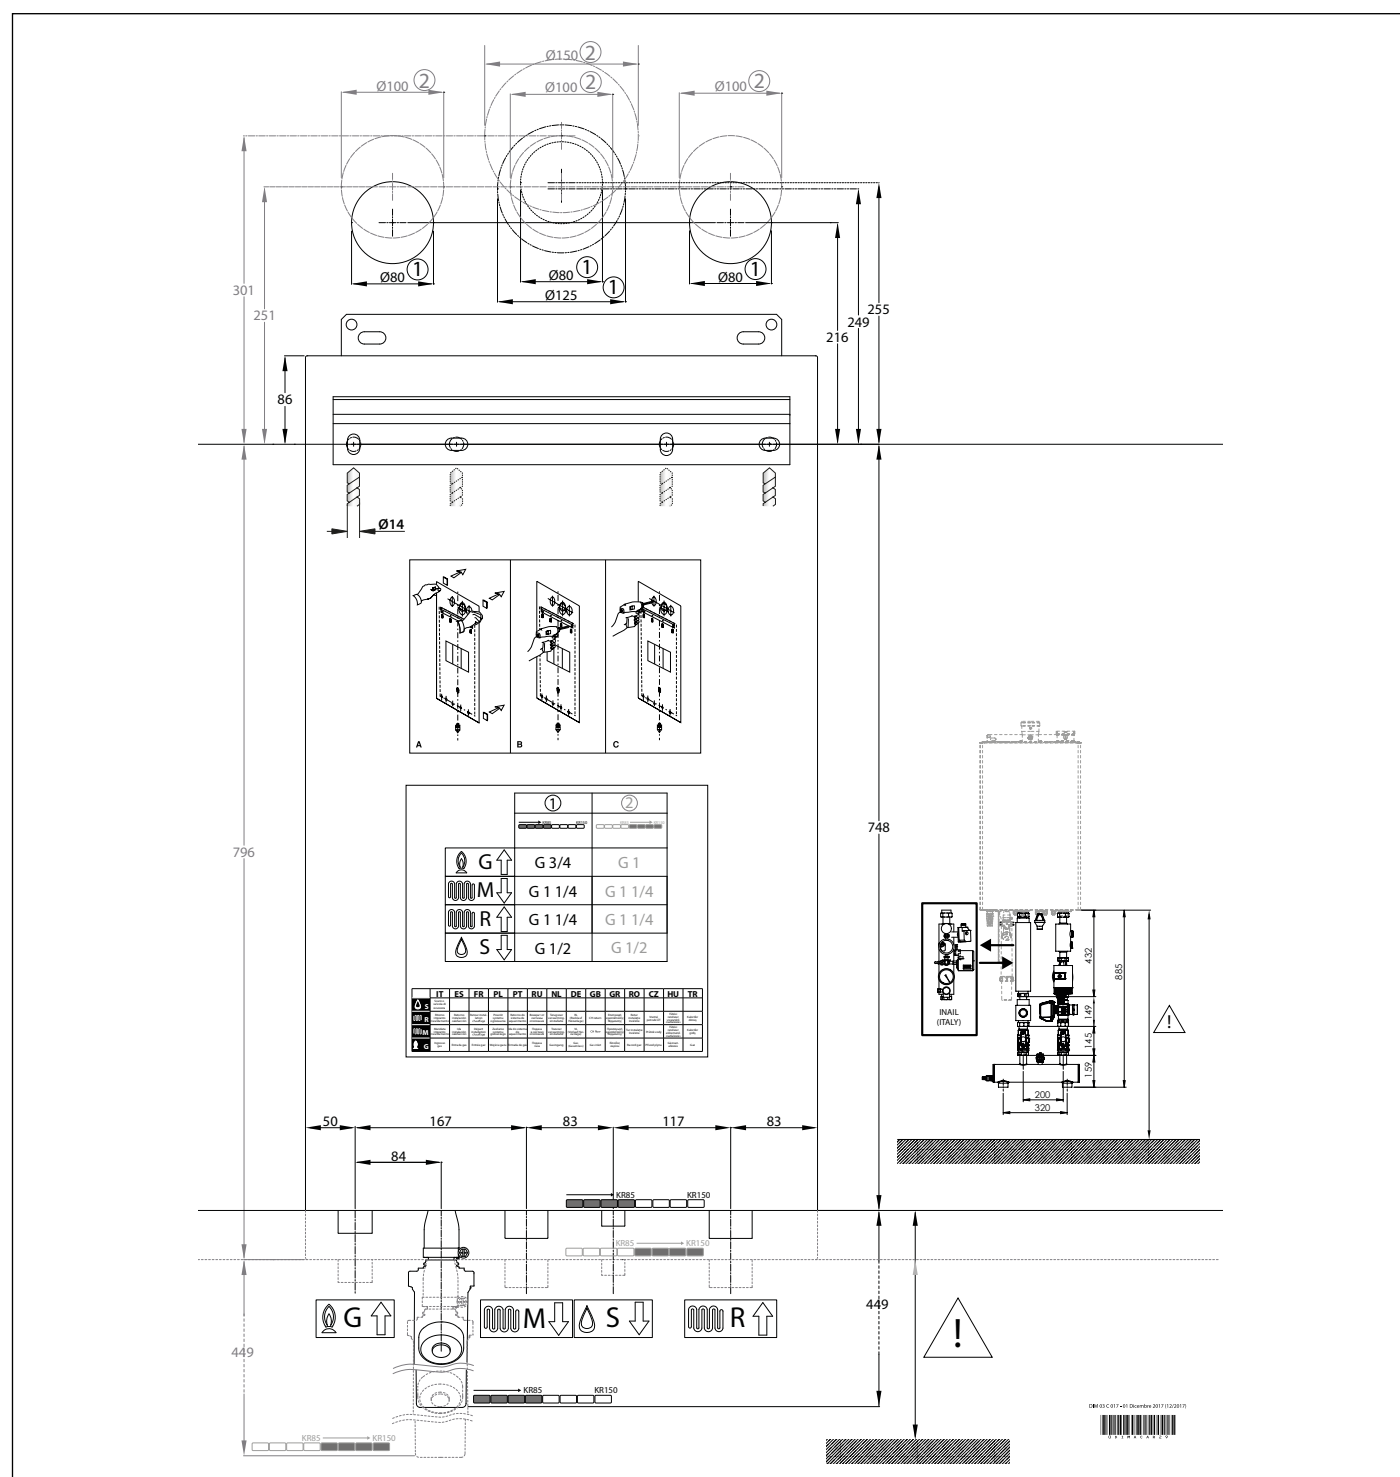

Fig. 9 Plantilla de instalación
- la plantilla de fijación de la caldera a la pared (ver Fig. 9 Plantilla de instalación).
Cada aparato está provisto de una plantilla de papel correspondiente (ver Fig. 9 Plantilla de instalación).